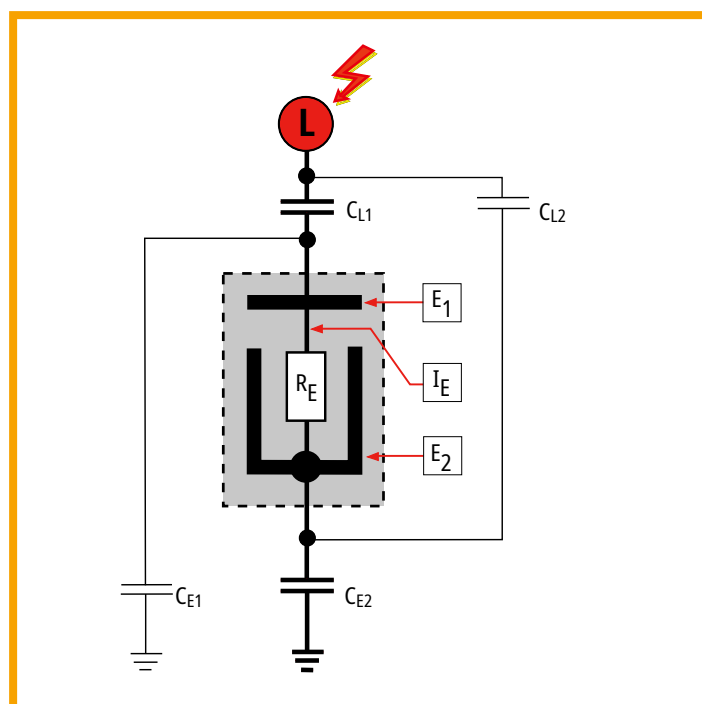

Figure 4 Représentation de principe de la mesure du champ électrique
Des capacités partielles agissent entre la partie de l'installation sous tension (L), les deux électrodes E_1 et E_2 du détecteur de haute tension HSA 205 et de la terre, comme indiqué à la figure 4. Comme la résistance d'entrée R_E est faible par rapport aux résistances en courant alternatif des capacités, le courant d'entrée I_E est notamment déterminé par la connexion en série C_{L1} (capacité de phase) et C_{E2} (capacité de terre). Les capacités C_{L2} et C_{E1} agissent alors comme des dérives (voir figure 4).